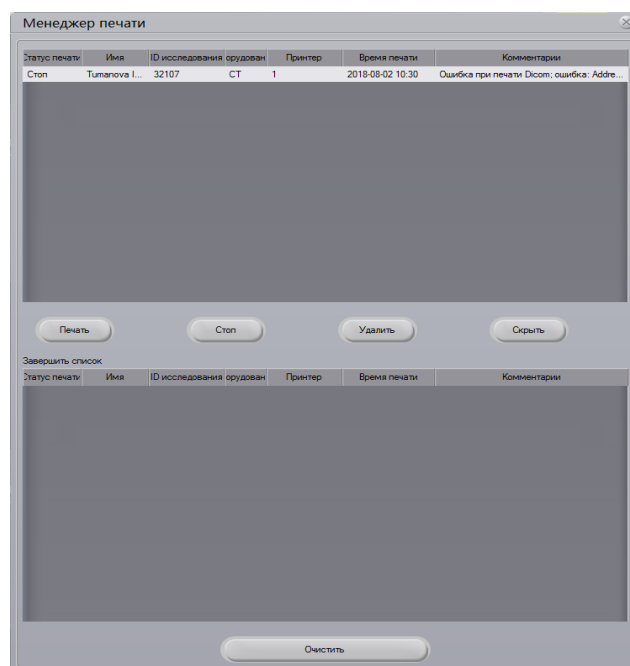

Рисунок 5.24 – Менеджер печати
- Задача – откроется диалоговое окно «Менеджер печати» (рис. 5.24). В менеджере печати возможно выполнить следующие действия: